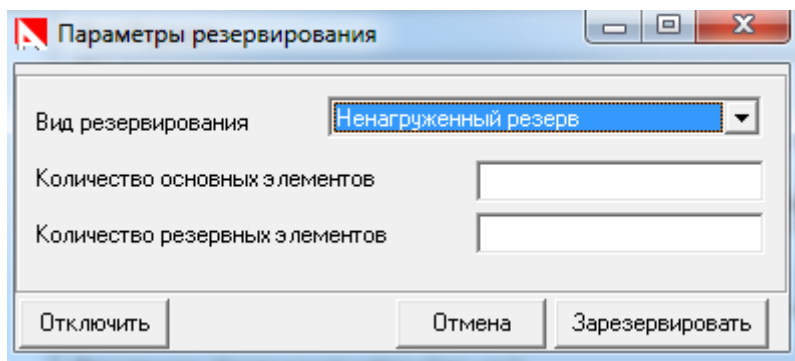

Рис. 3.36. Ввод параметров резервирования
- В появившемся окне «Параметры резервирования» (см. рис. 3.36), введите параметры резервирования (количество резервных СЧ).